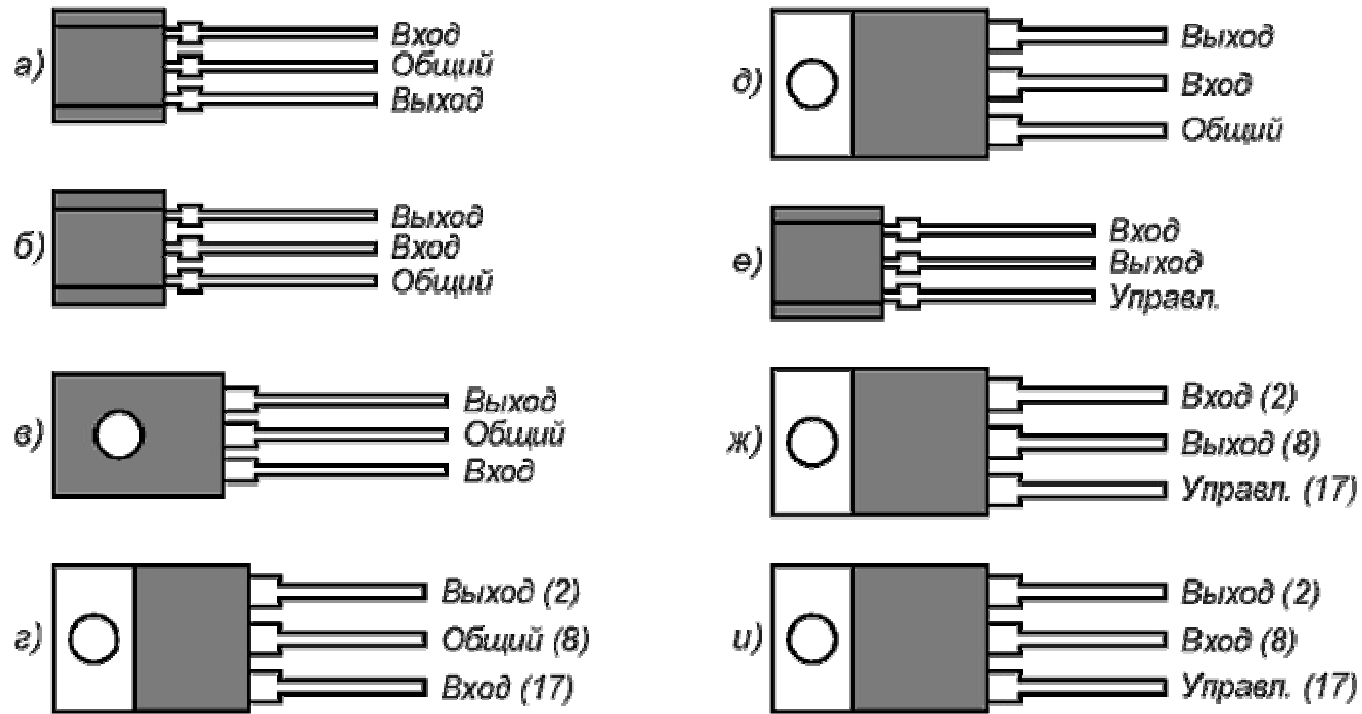

Рис. 1
- Была выпущена опытная партия с цоколевкой, соответствующей рис. 1,а.
Некоторые типы отечественных стабилизаторов имеют оригинальную устоявшуюся цифровую нумерацию выводов (она показана на рис. 1 в скобках). Это произошло оттого, что первоначально микросхемы этих серий выпускали в "микросхемных" корпусах со стандартизированной нумерацией выводов. После того, как было налажено производство в "транзисторных" корпусах, нумерация выводов сохранилась.